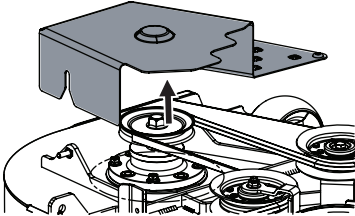

Figure 49
3. Retirez le couvercle des courroies du plateau (Figure 49).